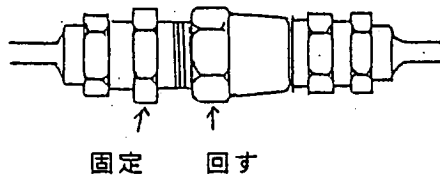

図1. 締った状態
方法②: 継手が締った状態→右側ホティを固定し、カップリングナットを半回転程度回す。(図1.)